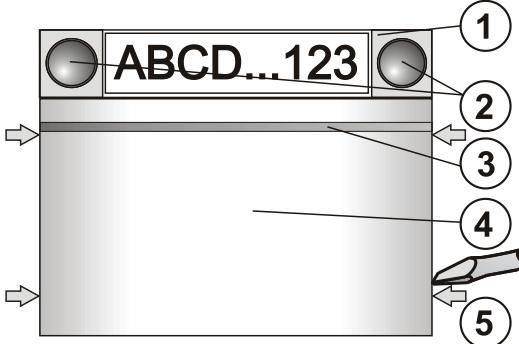

bild: 1 – funktionssegment; 2 – segmentknapp; 3 – genomskinlig aktiveringsknapp; 4 – RFID-läsare; 5 – spärrar för öppnande av modulen;
- I tur och ordning trycker man på de fyra spärrarna (se bild 1) och lossar modulen från bakstycket.
- Anslut busskabeln till kopplingsplinten (9).